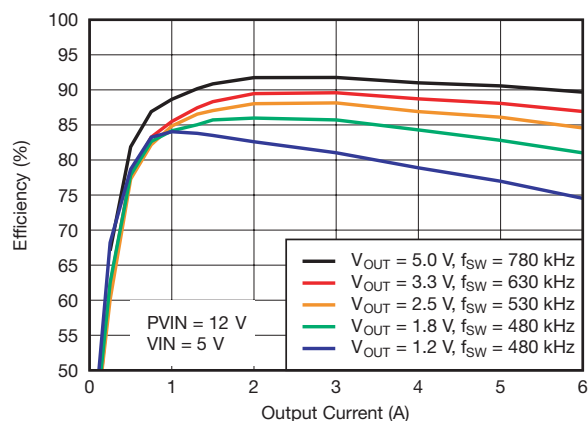
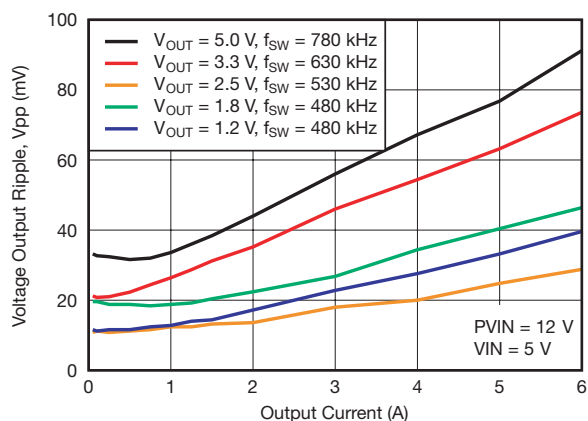
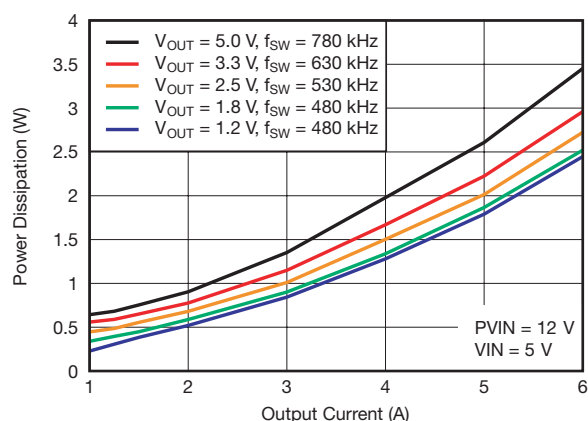

図 11. 効率 対 出力電流
図 12. 電圧リップル 対 出力電流
図 13. 消費電力 対 出力電流
- (1) 電氣的特性データは、25°Cでテストした実際の製品から求めたものです。このデータは、コンバータの代表的なデータと考えられます。図11、図12、および図13に対して適用されます。